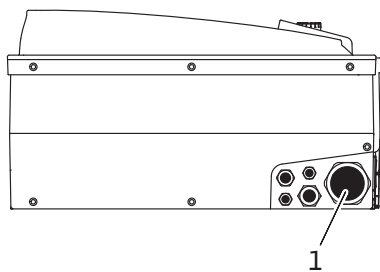

Fig. 23: Kabelverschraubung M40
- Die Netzanschlussleitung ist durch die Kabelverschraubung M40 (Fig. 23, Pos. 1) zu führen.